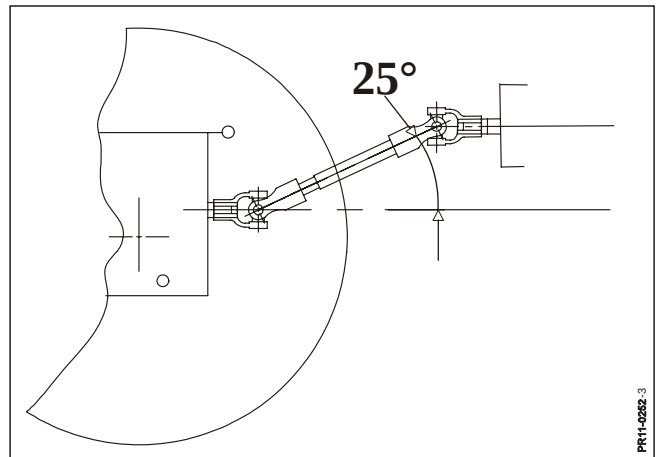

Fig. 2-2
- Fig. 2-2** vågrätt läge i arbetsläge resp. upplyft läge för transport